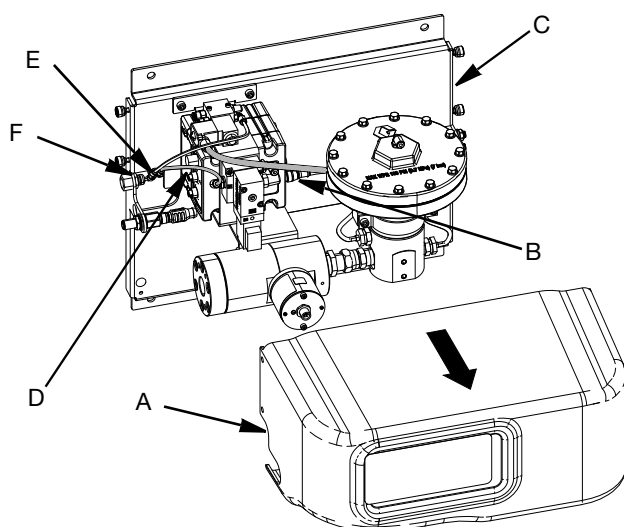

ABB. 8
1. PCF-Abdeckung (A) abnehmen.
2. Trennen Sie das Luftmagnetkabel des Dosierventils vom FCM-Anschluss 1(B). Befestigen Sie das lose Ende des Kabels an der PCF-Montageplatte (C).
3. Trennen Sie die Luftleitung des Reglers (D) vom Lufteintrittsfitting (E).
4. Trennen Sie das Fitting für die Zuluft (D) vom Anschlussstück für das Zuluft-Winkelstück (F). Befestigen Sie das Y-Fitting des Einlassventils an der PCF-Montageplatte (C). Siehe ABB. 8, Seite 11.